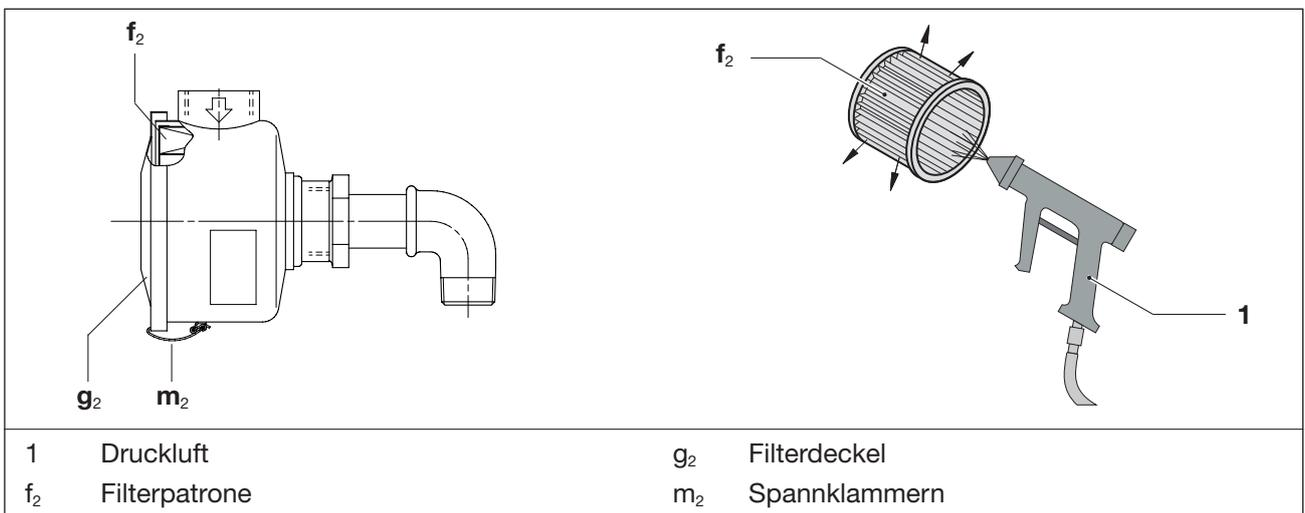

Abb. 7 Ansaugfilter
- Spannklammern (Abb. 7/m₂) am Filterdeckel (Abb. 7/g₂) lösen.
- Die Filterpatrone (Abb. 7/f₂) aus dem Filter entnehmen und reinigen bzw. austauschen.
- Filterpatrone wieder in den Filter einsetzen und Filterdeckel (Abb. 7/g₂) mit den Spannklammern (Abb. 7/m₂) befestigen.